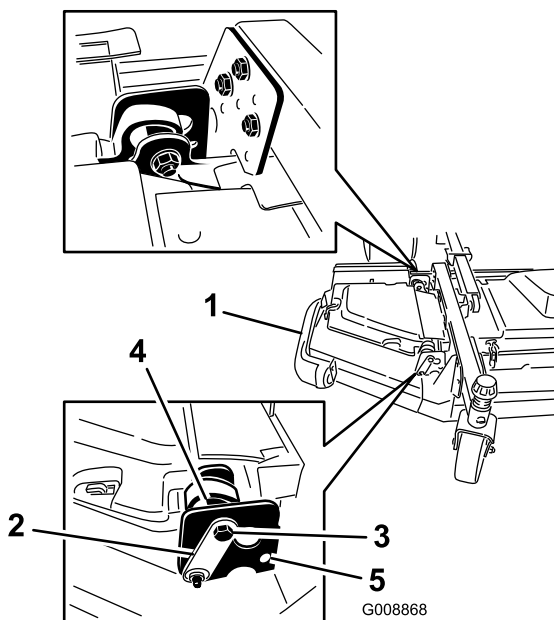

図 7
- 偏芯スペーサ2枚をウイングレットに固定しているボルトとナットをゆるめる 図 7。
4. 後ろ側のトラクションユニットに近い方の偏芯スパーサを回して、外側のブレードの先端の高さが希望する刈高よりも 3mm 高くなるように調整する 図 7。